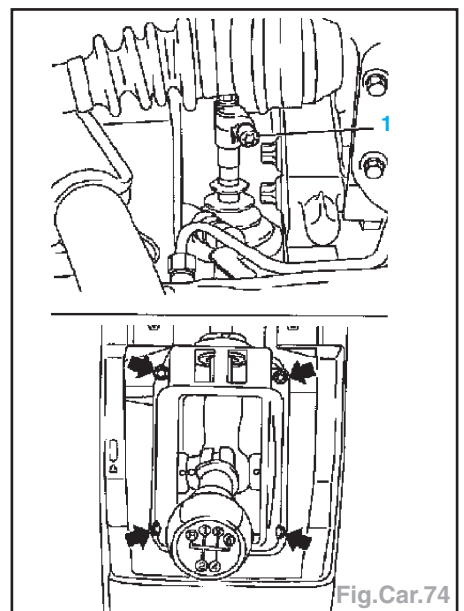

Fig.Car.74
- desserrer la vis (1) du collier, placer le levier en 4^{ème} et débrancher le collier, dégager le soufflet et le retirer, déposer les 4 écrous (flèches) et retirer le boîtier avec la tringlerie (Fig.Car.74).